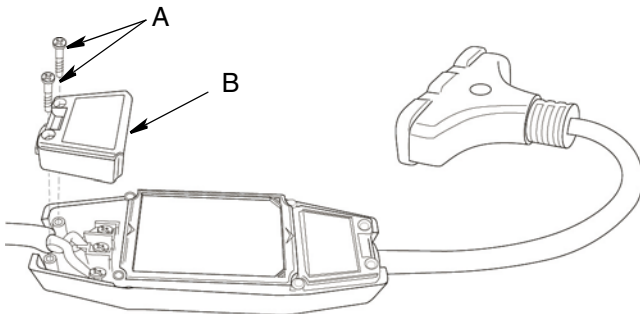

FIG. 12
Las letras de referencias utilizadas en las siguientes instrucciones se refieren a la FIG. 12.
2. Afloje dos tornillos Phillips #2 (A) en la tapa GFCI (B). Retire la tapa (FIG. 12).
3. Monte de nuevo la tapa GFCI (B) con dos tornillos Phillips #2 (A) (FIG. 12).